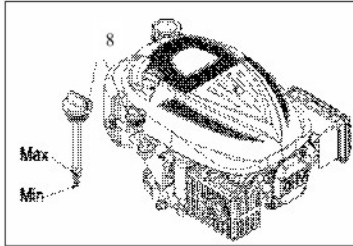

Fig. 7
2. Verwijder de olievuldop /peilstok (8) en veeg deze schoon.
3. Steek de olievuldop/peilstok (8) in de olievlnek, zoals getoond. Schroef de dop er echter niet in, maar verwijder de dop om het oliepeil te controleren.
4. Indien het oliepeil bij of beneden de onderste peilstreep op de peilstok staat, verwijder dan de olievuldop/peilstok (8), en vul bij met aanbevolen olie tot aan de bovenste peilstreep (onderste rand van het olievlgat). Vul niet te veel bij.
5. Plaats de olievuldop /peilstok (8) stevig terug. (Zie Fig. 7)